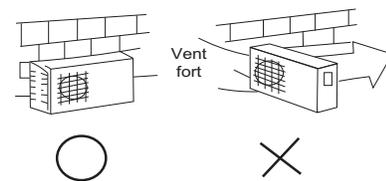

Fig. 8 – Installation sous vent fort
1. Sélectionnez l'emplacement d'installation de l'appareil extérieur en respectant les exigences d'installation. Pour éviter une exposition au vent, installez l'appareil extérieur en orientant l'entrée d'air vers le mur (voir figure 8).